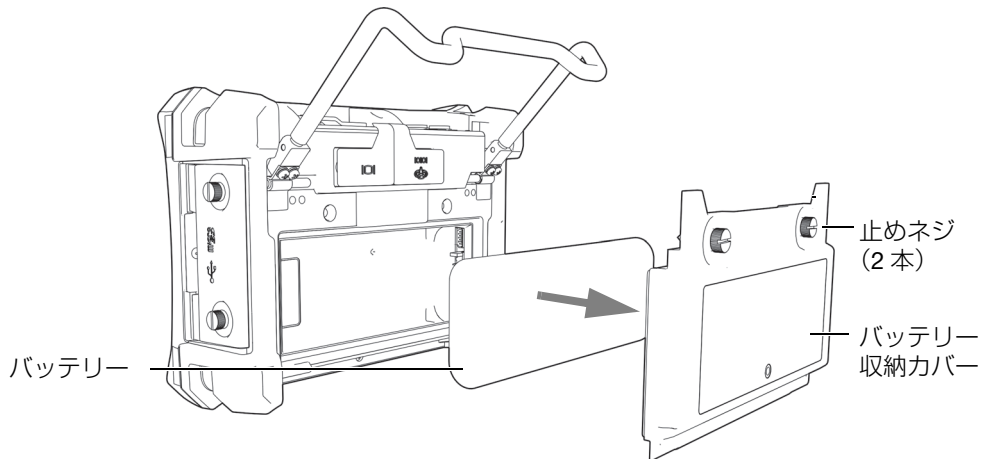

図 1-11 バッテリー収納カバーとリチウムイオン電池を取り外す
3. リチウムイオン電池が取り付けられている場合は、それを取り外します (35 ページ 図 1-11 参照)。